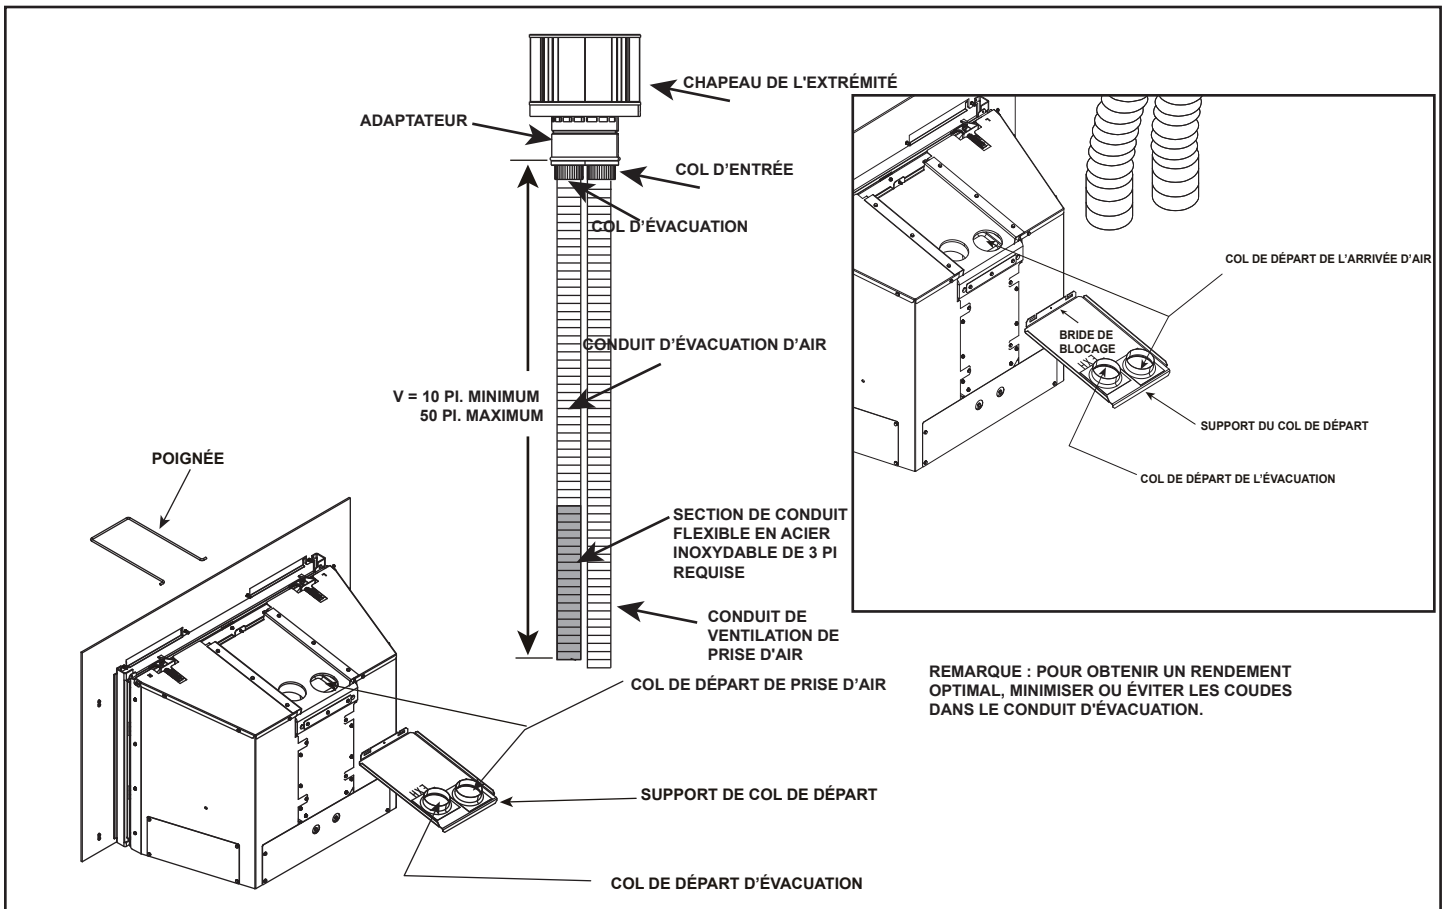

Figure 7.1
- Fixez le conduit d'évacuation flexible à la section de conduit flexible en acier inoxydable de 914 mm (3 pi) en utilisant le col en acier inoxydable de 76 mm (3 po) (voir la figure 7.1).
- Utilisez 3 vis pour fixer le conduit d'entrée d'air au col d'entrée situé sur la plaque coulissante du col. Voir la figure 7.1. REMARQUE : La plaque coulissante du col peut être retirée de l'appareil afin d'aider à l'installation.
- Fixez la plaque coulissante du col sur l'appareil en plaçant la poignée de blocage en position avec les languettes (voir la figure 7.1) et fixez avec des vis n° 8.